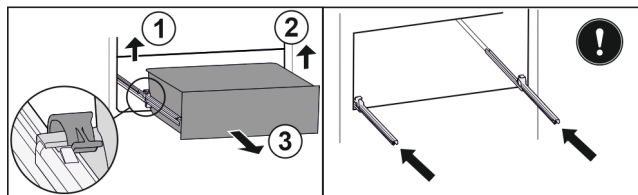

Fig. 64
- ▶ Приподнимите левый зажим и одновременно вытяните движением вперед выдвижной ящик слева. Fig. 64 (1)
- ▶ Приподнимите правый зажим и одновременно вытяните движением вперед выдвижной ящик справа. Fig. 64 (2)
- ▶ Извлеките выдвижной ящик движением вперед. Fig. 64 (3)